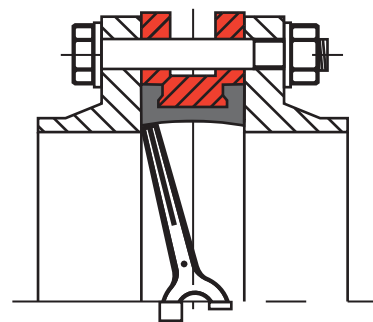

Рис. 1 (неправильно)
1) Использование фланцев с внутренним диаметром меньше номинального диаметра заслонки может привести к блокировке диска, что в свою очередь вызовет серьезное повреждение диска поворотного затвора (Рис. 1).
Приведенные диаграммы иллюстрируют порядок демонтажа (Рис. 1–3).